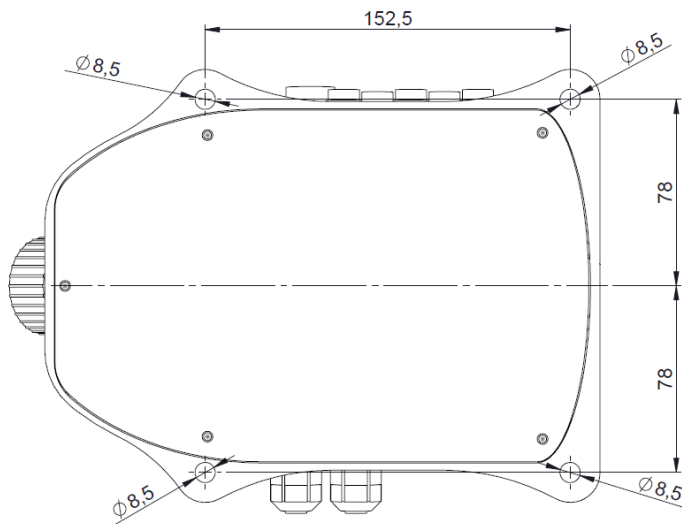

Рисунок 2 Монтажные отверстия
8. При установке в систему комплект КИТ PRO монтируется на устойчивую опору и крепится винтами М8 с отверстиями Ø8,5 на корпусе (Рисунок 2).